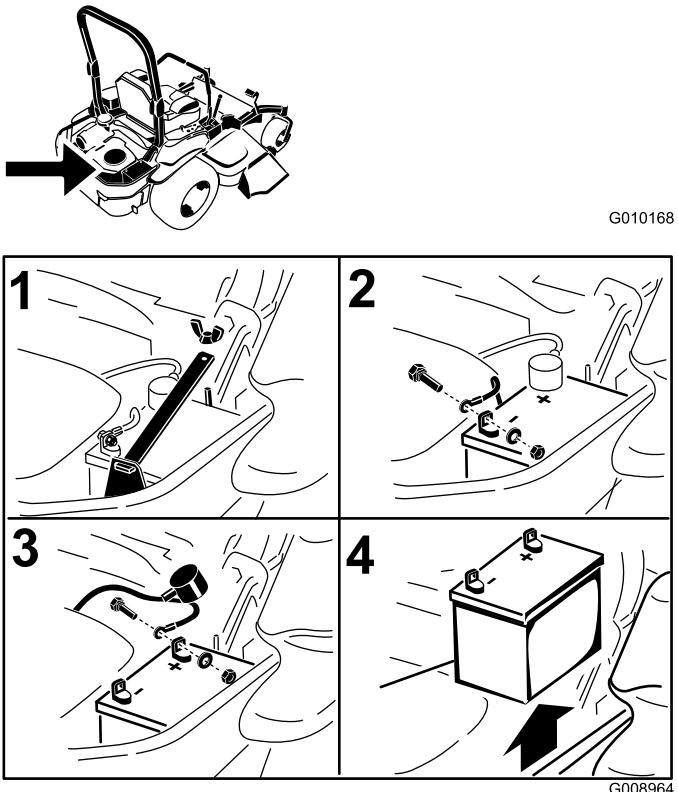

Figure 58
3. Commencez par débrancher le câble négatif (noir) de la borne négative (-) (noire) de la batterie (Figure 58).
4. Enlevez le capuchon rouge de la borne positive (rouge) de la batterie et débranchez le câble positif (+)(rouge) (Figure 58).
5. Retirez l'écrou à oreilles qui fixe la barrette de maintien de la batterie (Figure 58).
6. Déposez la barrette (Figure 58).
6. Reposez la barrette et fixez-la avec l'écrou à oreilles (Figure 58).
1. Placez la batterie dans son support en tournant les bornes à l'opposé du réservoir hydraulique (Figure 58).
4. Fixez les câbles avec 2 boulons, 2 rondelles et 2 contre-écrous (Figure 58).